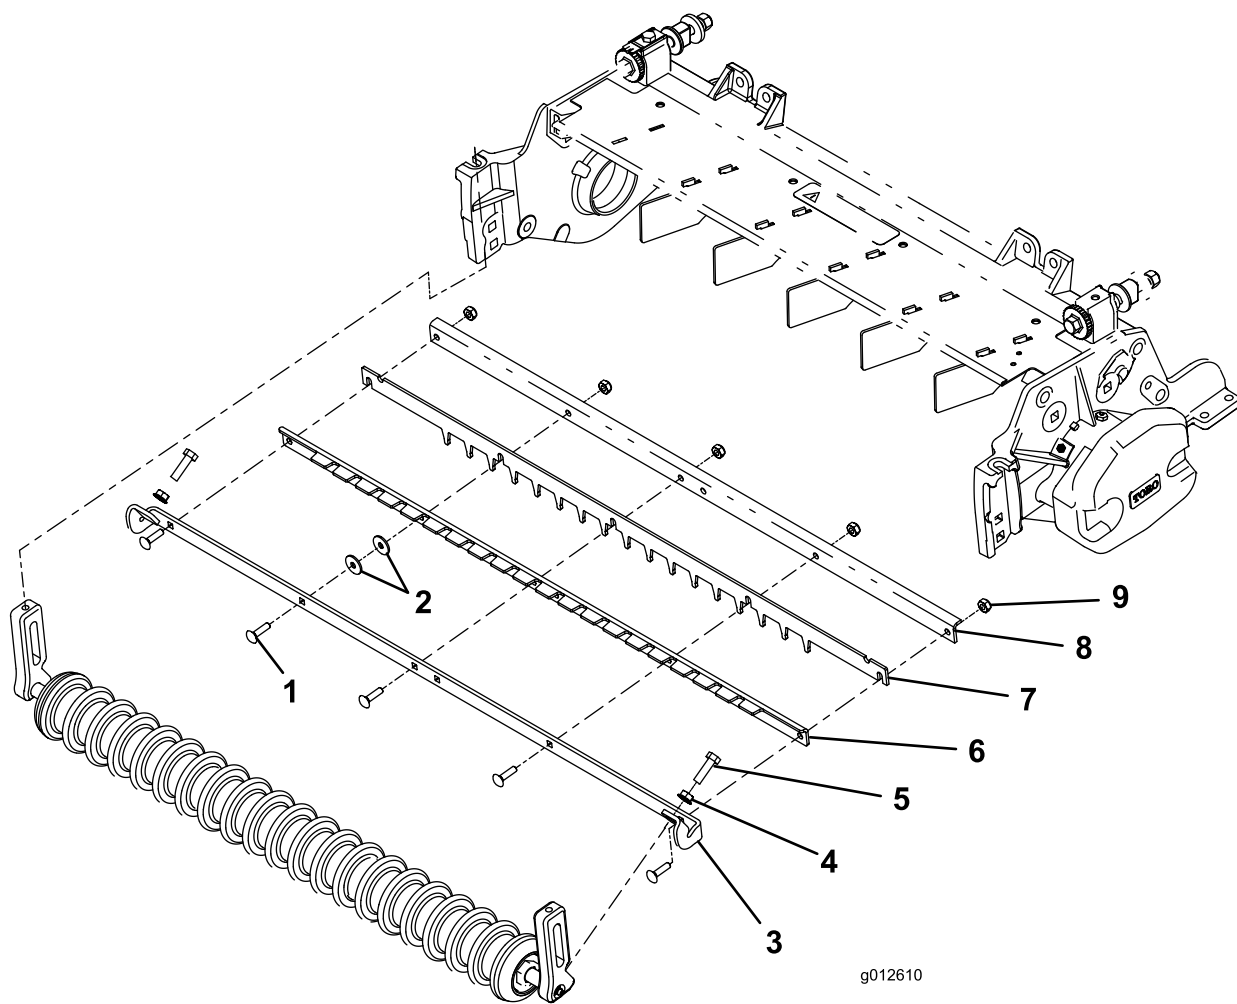

Figura 1
- Enrosque una tuerca con arandela prensada en cada perno según se muestra en Figura 1.
- Monte cada extremo del soporte del peine a la parte superior de cada soporte del rodillo con una tuerca con arandela prensada y un perno, según se muestra en Figura 1.
Nota: Si el rascador no es necesario, desmóntelo. Al volver a montar los componentes, introduzca 2 arandelas sobre cada perno como espaciadores entre el soporte del peine y la pletina del peine (Figura 1). Las arandelas se suministran sueltas.